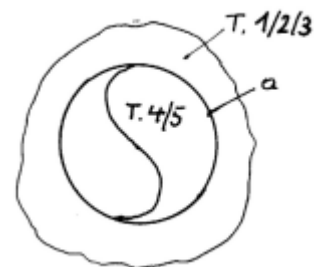

Abb. 9: Einlegen der Teile 4 und 5 in das Gesamtbild.
- Wiederholung der Opp. 1-8, bezogen, auf die Teile 1, 2 und 3 als Grundplatte und die einzulegenden Teile 4 und 5, die nach dem Transparent auszurichten sind (Abb. 9).